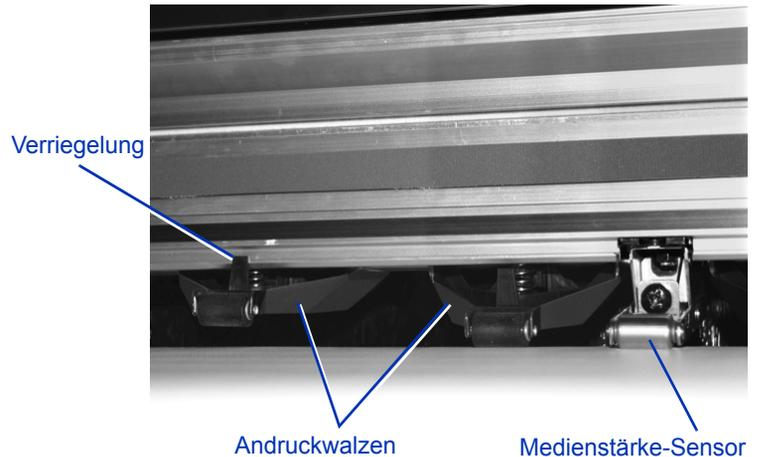

Abb. 2-5. Andruckwalzen
11. Wenn sich die Medienkante direkt unter einer Andruckwalze befindet, heben Sie die Andruckwalze an, und drücken Sie die Verriegelung in Richtung der Schiene, bis sie einrastet (siehe Abb. 2-5 unten). Um die Andruckwalze abzusenken, lösen Sie die Verriegelung und senken die Andruckwalze zum Druckbett hin ab.